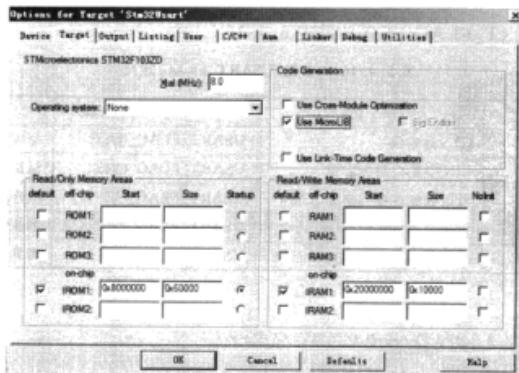

图 5.4.3 勾选 User MicroLIB
c) 打开 Keil MDK 中的 Option for Target，选中 User MicroLIB，然后单击 OK，见图 5.4.3。